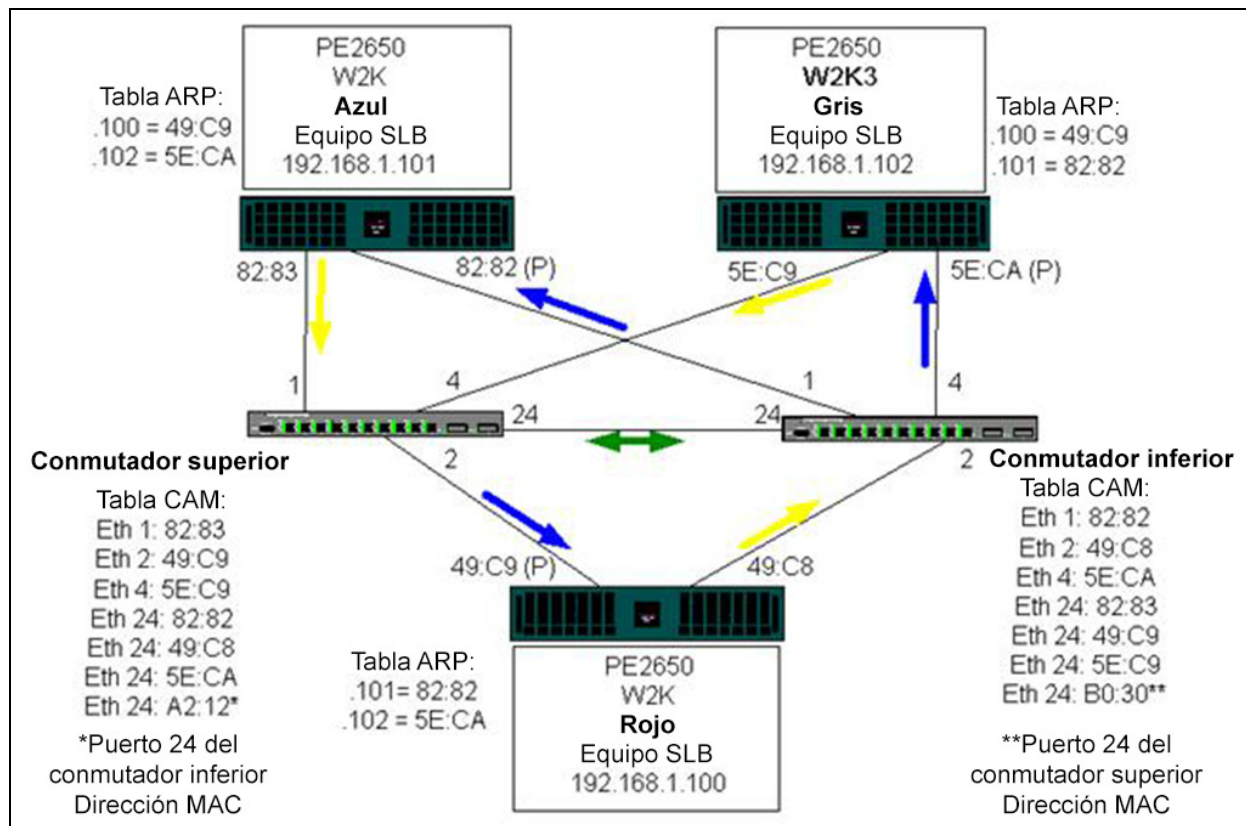

Ilustración 11-4. Equipos entre conmutadores con interconexión
- La Ilustración 11-4 tiene el cable de interconexión en su sitio.